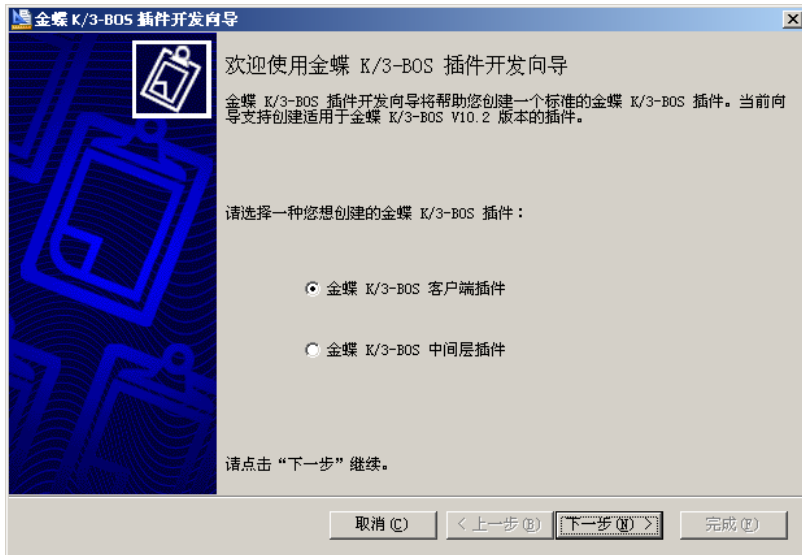

图 11-10
3. 选择插件开发类型，界面如图 11-10 可以选择 中间层插件或者客户端插件。选中要开发的插件类型点击下一步